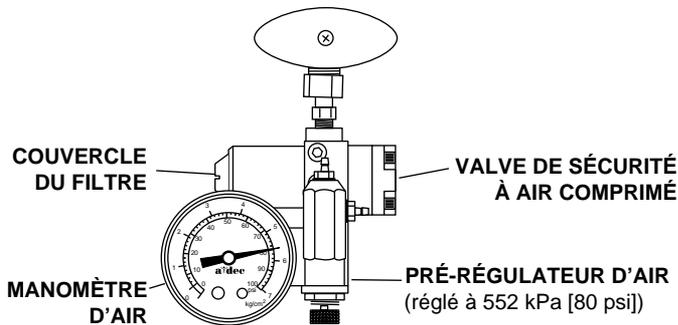

Figure 19. Valve de sécurité manuelle à air
1. S'assurer que la valve de sécurité manuelle est totalement ouverte (sens inverse des aiguilles d'une montre). Mettre le système en marche et vérifier la jauge de pression dans la zone d'alimentation réseaux (voir Figure 19). La pression d'air doit être de 483 à 552 kPa (70 à 80 psi).